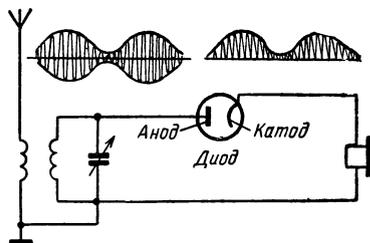

Рис. VI.59. Схема детектора на диодной электронной лампе.
**Детектор на ламповом диоде.** Работа электронной лампы во многом аналогична работе полупроводникового диода. В ней, так же как и в диоде, сигналы высокой частоты выпрямляются, т. е. преобразуются в пульсирующий постоянный ток. На рис. VI.59 показана основная схема включения электронной лампы в качестве диодного детектора. На подогреватель подается низкое напряжение переменного тока, которое нагревает катод, создающий постоянную эмиссию электронов. Когда сигнал, выделяемый настроенным контуром, создает на аноде положительный заряд, этот заряд притягивает отрицательно заряженные электроны от катода к аноду. Электроны проходят через контур и, пройдя через наушники, возвращаются к катоду. Когда радиосигнал, выделяемый контуром, создает на аноде отрицательный заряд, анод отталкивает электроны, выпускаемые катодом, и ток через наушники отсутствует. Таким образом, каждый раз, когда анод положителен, через наушники проходит ток, а когда анод отрицателен, ток через наушники отсутствует.